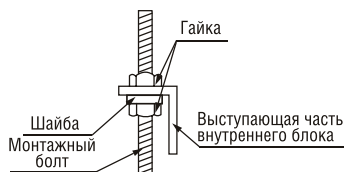

Рис. 5
- Совместите монтажное отверстие внутреннего блока с болтом и прикрепите его (рис. 5)